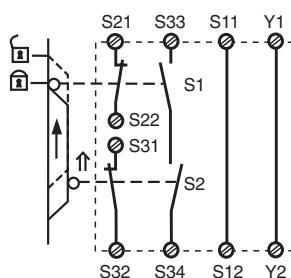

Fig. 8: control de puerta de protección bicanal, rearne automático/comando riparo mobile bicanale, start automatico/Tweekanalige hekbewaking, automatische start
- Fig. 8: simultaneidad: 120 ms
- Fig. 8: Simultaneità: 120 ms
- Afb. 8: Gelijktijdigheid: 120 ms